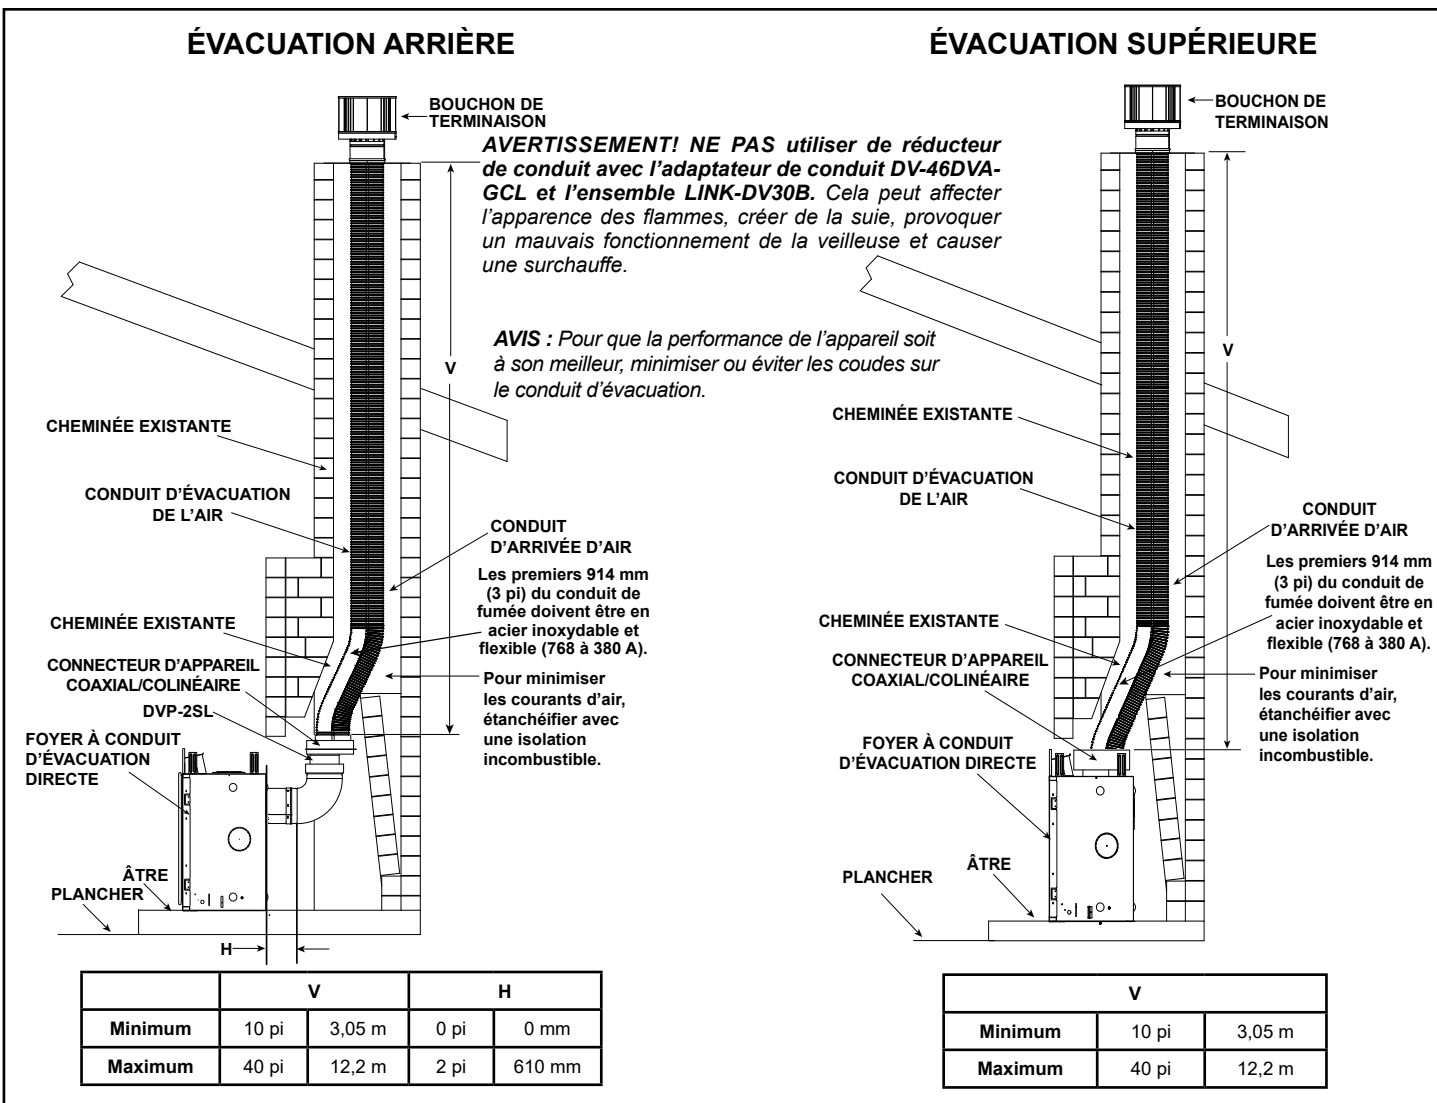

Figure 4.29
- Le cas échéant, enlevez le couvercle du conduit supérieur et l'isolation. Voir la Section 6 « Préparation de l'appareil ». Fixez l'adaptateur DV-46DVA-GCL à la collerette de départ de l'appareil au moyen de vis autotaraudeuses de 89 mm (3 1/2 po). Voir la Figure 4.29.
- Le cas échéant, enlevez le couvercle du conduit arrière et l'isolation. Connectez l'adaptateur DVP-2SL à la partie verticale du coude. Suivez les instructions d'installation jointes à l'ensemble DVP-2SL. Fixez l'adaptateur DV-46DVA-GCL au DVP-2SL au moyen de vis autotaraudeuses de 89 mm (3-1/2 po). Voir la Figure 4.29.